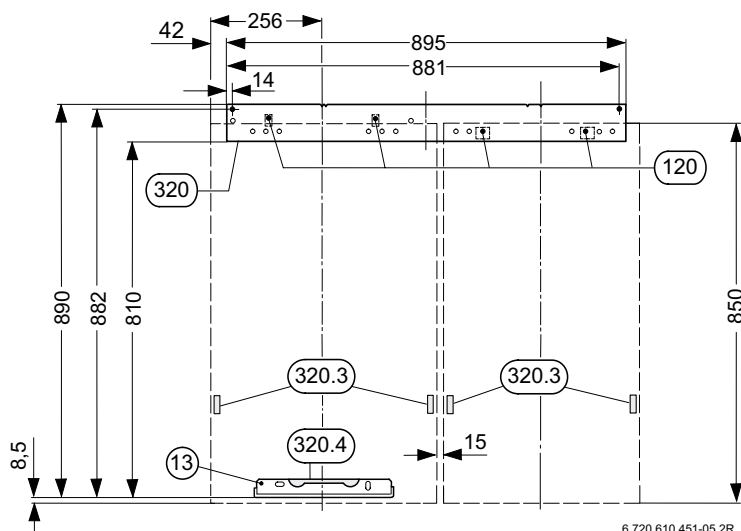

Bild 7 ZWBR 3(5)-16A oder ZWBR 7(11)-28 A mit ST 50 ES oder ST 75 ES
- ▶ Vorbereitete Montagehilfe (320) mit Universaldübel und Schrauben (320.1) montieren.
- ▶ Geräteaufhängungen (120) entsprechend der Klebeschablone (320.2) bohren und die Universaldübel mit Haken (320.1) montieren.
- ▶ Wandabstandshalter (320.3) auf Speicherrückwand kleben, siehe Bild 7.